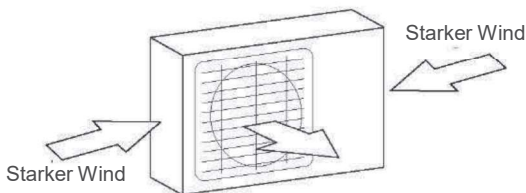

Abb. 5.1
- ☑ Wenn der Standort starken Winden ausgesetzt ist (z. B. am Meer), muss das Gerät an der Wand positioniert werden, um es vor Wind zu schützen. Sehen Sie gegebenenfalls einen Windschutz vor. (Siehe Abb. 5.1 und 5.2)